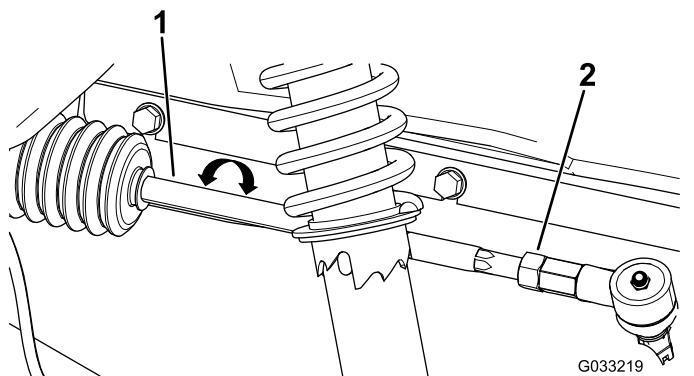

Figure 57
- Si la mesure n'est pas comprise entre 0 et 6 mm (0 et $\frac{1}{4}$ po), desserrez les écrous de blocage aux extrémités extérieures des biellettes (Figure 57).